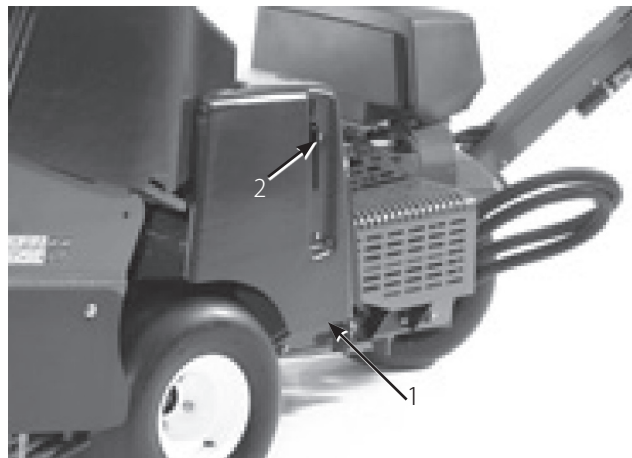

図 8
1. 1/4 x 1in キャップスクリューをベルト・カバーのラッチ・レバーに通し、1/4 ロックナットで固定する (図8 と 9)。